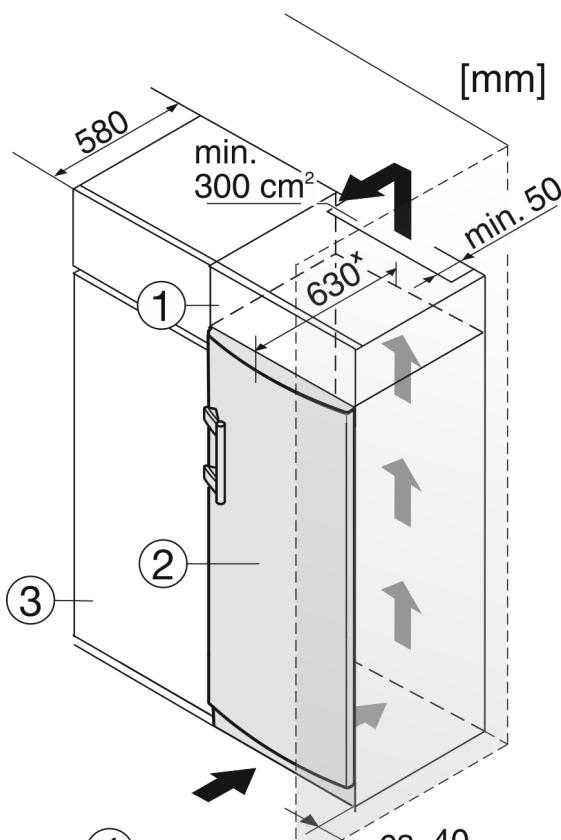

Fig. 11
Устройство может быть окружено предметами кухонной обстановки. Чтобы уравнять устройство *Fig. 11 (2)* по высоте с кухонной стенкой, можно установить над устройством соответствующий дополнительный шкафчик *Fig. 11 (1)*.
При комбинировании с кухонными шкафами (глубина макс. 580 мм) устройство можно установить непосредственно рядом с кухонным шкафом *Fig. 11 (3)*. Устройство выступает сбоку на 34 ммx и по центру на 50 ммx относительно передней стенки кухонного шкафа.
Если устройство установлено на шарнирах у стены *Fig. 11 (4)*, то расстояние между устройством и стеной должно быть не менее 40 мм. Настолько выступает ручка при открытой дверце.